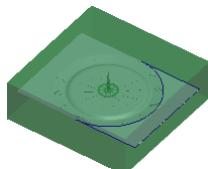
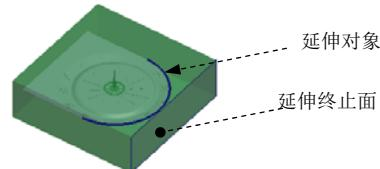

图 23.24 延伸 2
图 23.25 延伸参考
Step5. 创建图 23.24 所示的延伸 2。选取图 23.25 所示的旋转曲面边线为延伸对象；单击 **分型面** 功能选项卡 **编辑** ▾ 区域的 **延伸** 按钮；在操控板中按下 **延伸** 按钮；在系统的提示下，选取图 23.25 所示的表面为延伸的终止面；在 **延伸** 操控板中单击 **完成** 按钮。